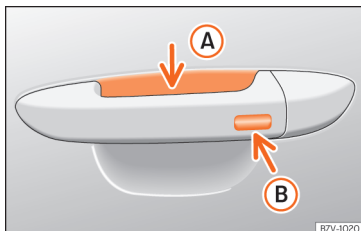

Рис. 69 Зовнішня ручка дверей: тактильні датчики.
»» рис. 69
- Торкніться тактильного датчика »» **рис. 69 B** на зовнішньому боці ручки дверей. Показники повороту блимають один раз.
- Упродовж 5 секунд торкніться тактильного датчика на зовнішньому боці ручки дверей »» **рис. 69 B**. Але не беріться за ручку рукою! Система безключового доступу тимчасово відключається.
Комфортне закривання всіх електричних склопідйомників і люка: кілька секунд тримайте палець на тактильному датчику >>> **рис. 69**  на ручці дверей, доки вікна й люк закриються до кінця.